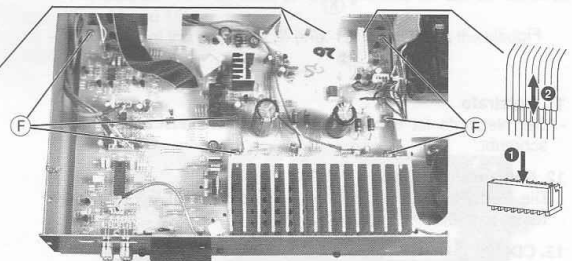

Fig. 4
- 6 Schrauben (F) (Fig. 4) herausschrauben.
- Undo 6 screws (F) (Fig. 4).